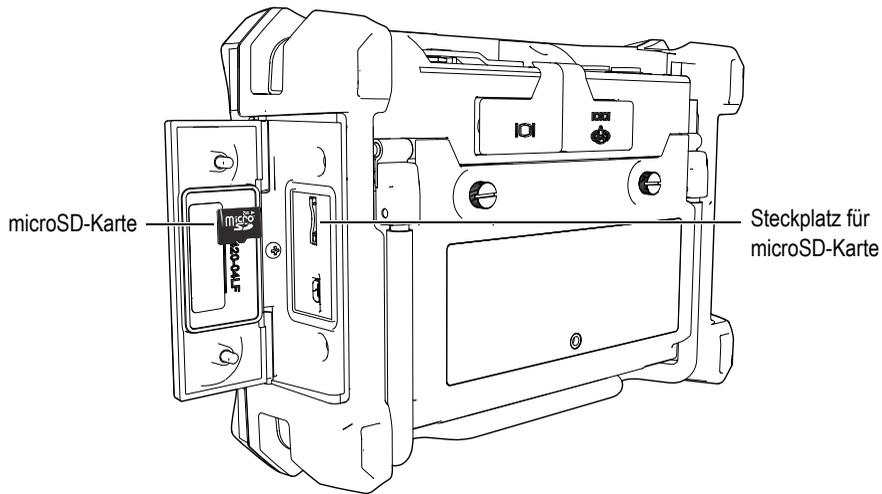

Abbildung 7-23 Steckplatz für microSD-Karte
1. Vergewissern Sie sich, dass eine microSD-Karte in das BondMaster 600 eingesteckt ist (siehe Abbildung 7-23 auf Seite 226).